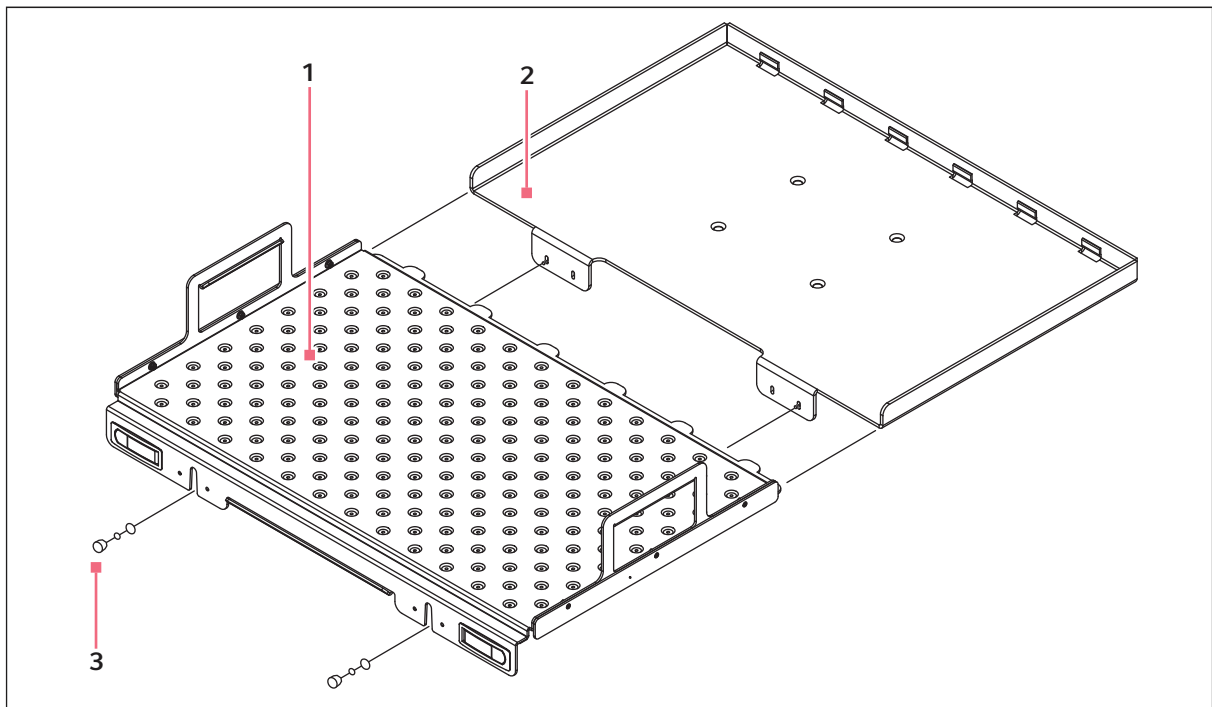

Abb. 1-4: Plattform installieren
4. Setzen Sie die Plattform mit den seitlichen Griffen (siehe Abb. 1-4 auf S. 7) auf die Führungsleisten in der Fläche der geöffneten Tür.